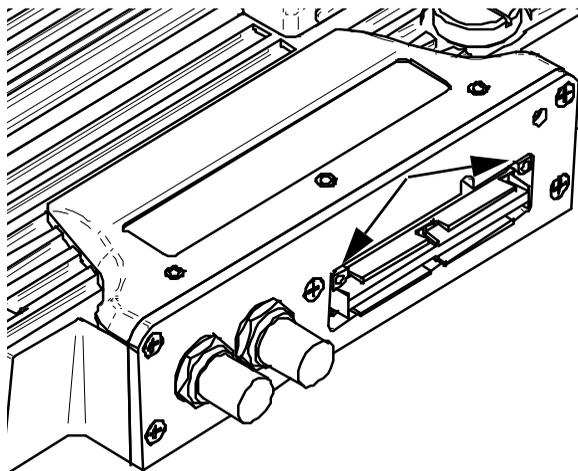

Figura B-2 Ubicación de las guías del conector PHASED ARRAY en el módulo
- a) Alinee el conector de sonda *Phased Array* correctamente basándose en los pines guía del conector PHASED ARRAY del módulo (vea la Figura B-2 en la página 149).